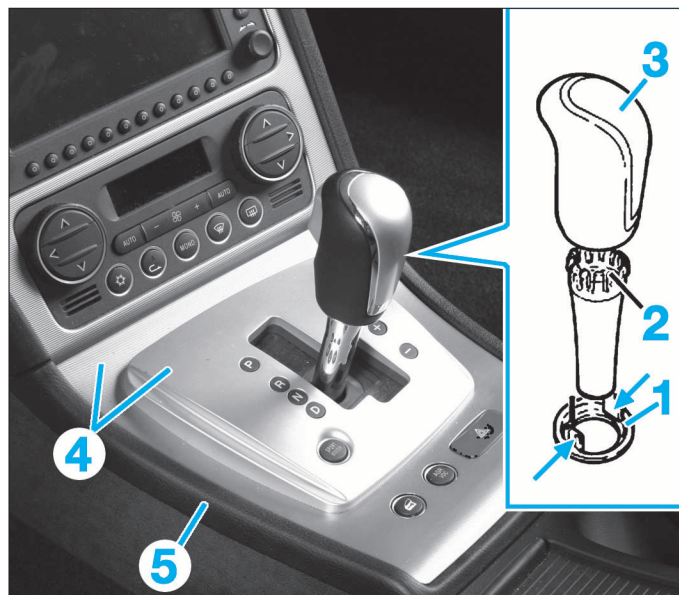

FIG. 11
- Comprimer les agrafes de la bague (1) et la pousser vers le bas (Fig.11).